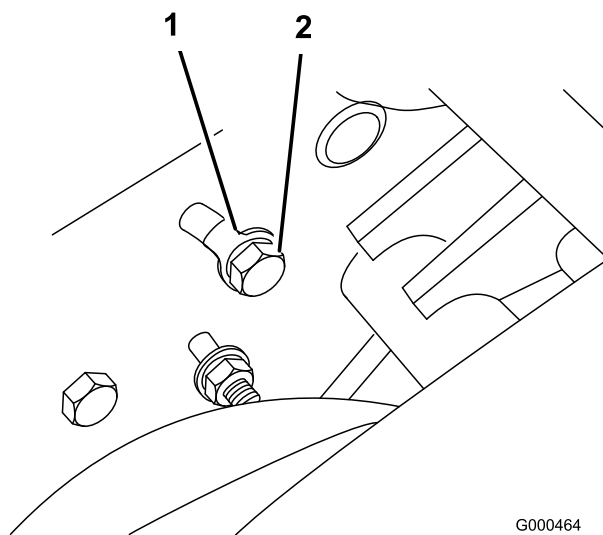

Figura 40
- A. Allentate il bullone che sul retro della piastra laterale fissa la staffa di rinvio alla piastra stessa (Figura 40).